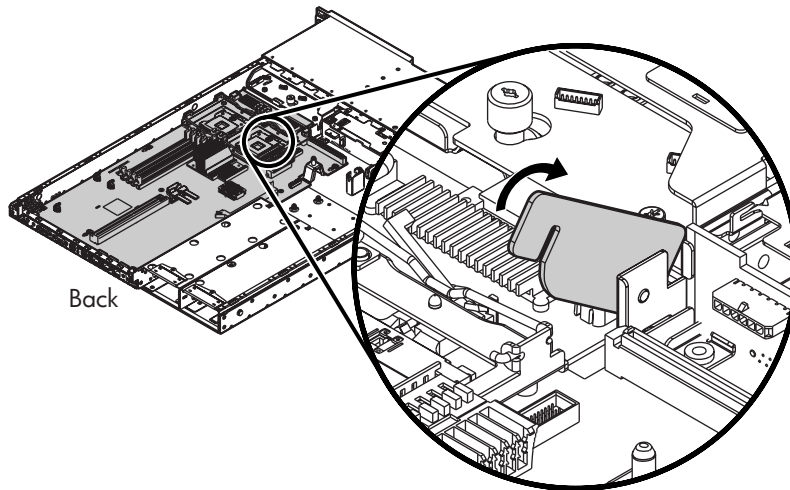

Figura 70 Levante la tarjeta de sujeción del procesador
4. Gire la tarjeta de sujeción del procesador hacia arriba (Figura 70).